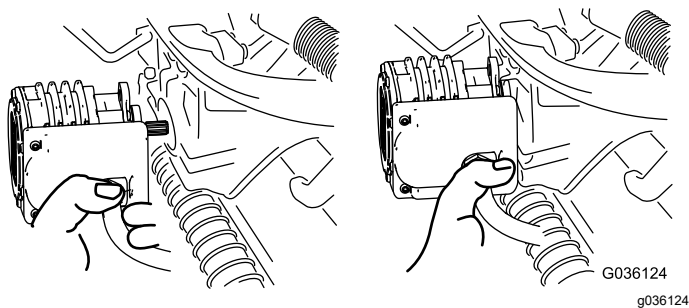

図 55
- 外したモータは、サスペンションアームの前部にある一時保管位置にセットしておく 図 55。